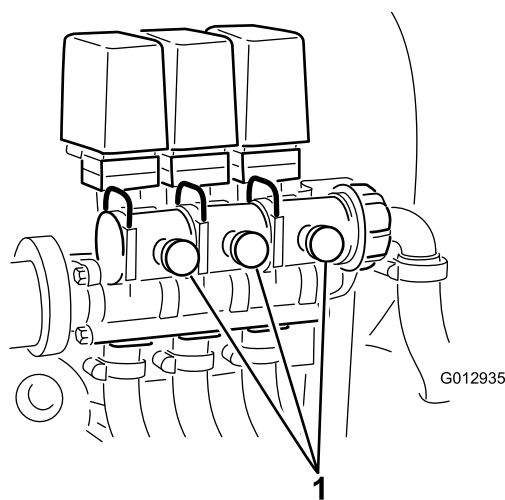

图24
9. 调节已关闭的喷洒臂所对应的喷洒臂控制阀背面的喷洒臂旁通阀图24、直到压力表上的压力读数与步骤 7 中的相同为止。